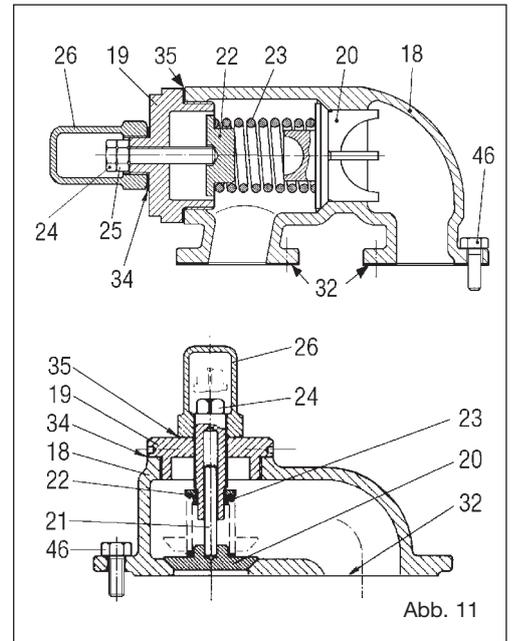

Abb. 11
10.5 Einstellung des Sicherheitsventils (Bypass) (Abb. 11).
- ❑ Falls die Pumpe mit einem auf der Abdeckung montierten Sicherheitsventil ausgestattet ist (siehe Abb. 11), so muss es nicht entfernt werden. Falls auch das Ventil gewartet werden muss, die Schrauben (46) lösen, das Ventil entfernen und dabei darauf achten, dass die Dichtung/en (32) nicht beschädigt werden. Anderenfalls müssen sie ersetzt werden.